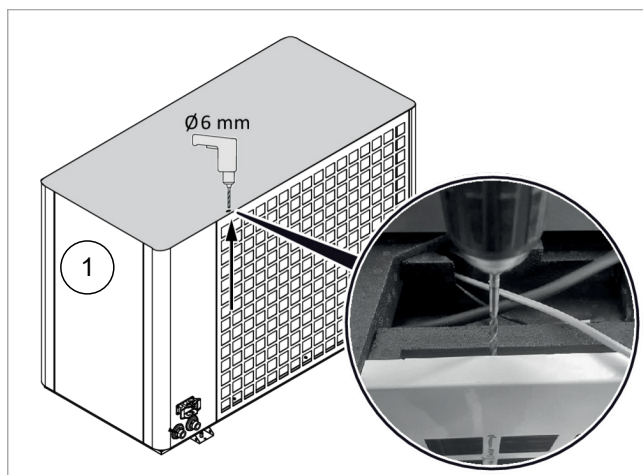

Abb. 1: Bohrung für NTC-Sensor herstellen
2. Seitliche Verkleidung von der SolvisPia (1) demontieren, dazu die Schrauben am unteren Rand leicht lösen und das Verkleidungselement nach oben abheben.
3. Bohrung für den NTC-Sensor herstellen, siehe → Abb. 1.